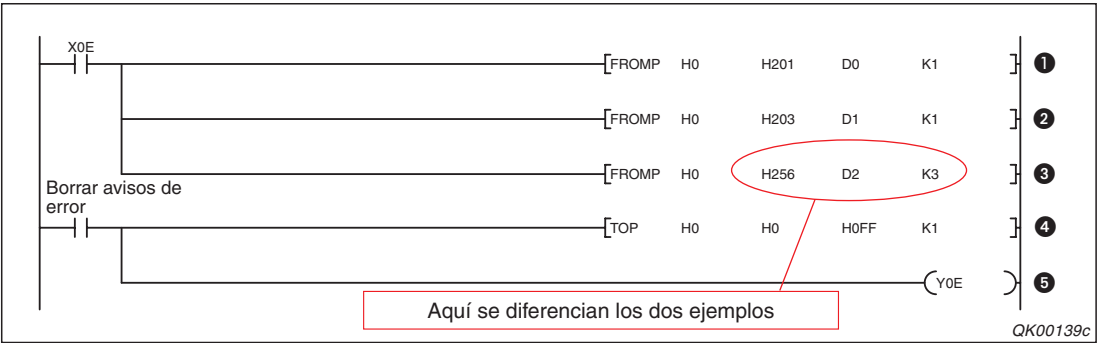

Fig. 23-6: Registro de avisos de error durante la comunicación con el protocolo MC
- ❶ Cuando la entrada X0E está conectada, se transmiten los avisos de error de la dirección 513 (201H) de la memoria buffer al registro de datos D0.
- ❷ Las informaciones para el ajuste de los interruptores se transfieren al registro D1.
- ❸ Al intercambiar datos con el protocolo MC se transmiten los contenidos de las direcciones de memoria buffer 598 (256H) hasta 600 (258H) en los registros D2 hasta D4 (fig. 23-6).